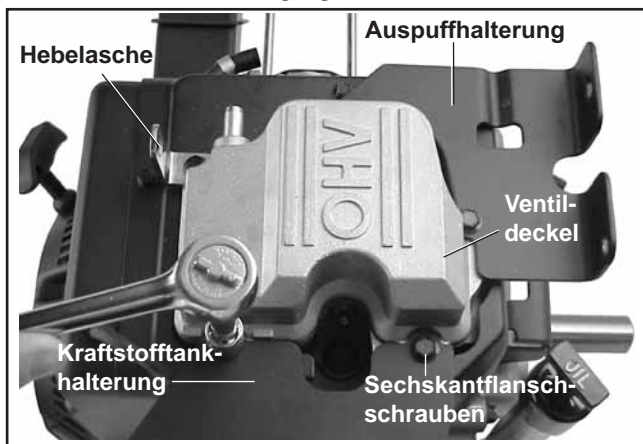

Abbildung 9-22. Ventildeckel entfernen.
1. Entfernen Sie die fünf Sechskantflanschschrauben aus dem Ventildeckel. Beachten Sie die Montagerichtung von etwaigen Halterungen (Hub-, Kraftstofftank-, Auspuffhalterung) und lösen Scheiben, sofern eingesetzt. Siehe Abbildung 9-22.